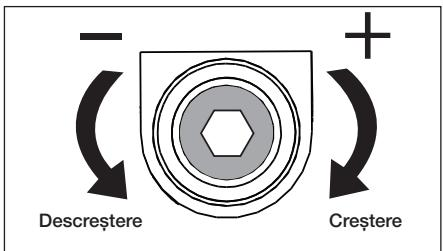

Figura 14, Șurubul de reglarea al valvei de înaltă presiune
- Cu ajutorul unei chei imbus de 7/32", desfaceți șurubul de reglare al valvei de înaltă presiune cu aproximativ 2 tururi. Vedi figura 14.